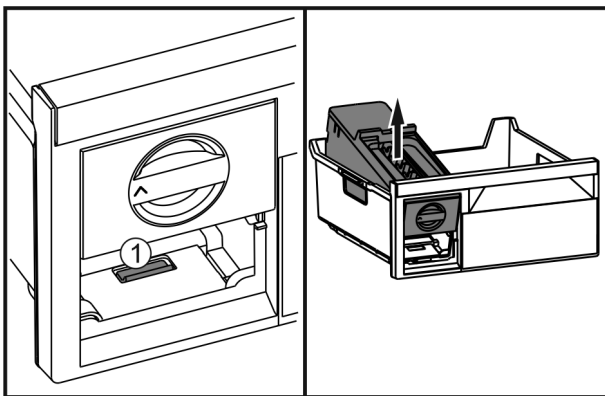

Fig. 28
- ▶ Натиснути на накладку Fig. 28 (1), EasyTwist-Ice підняти ззаду і витягнути з висувного ящика для заморожування.